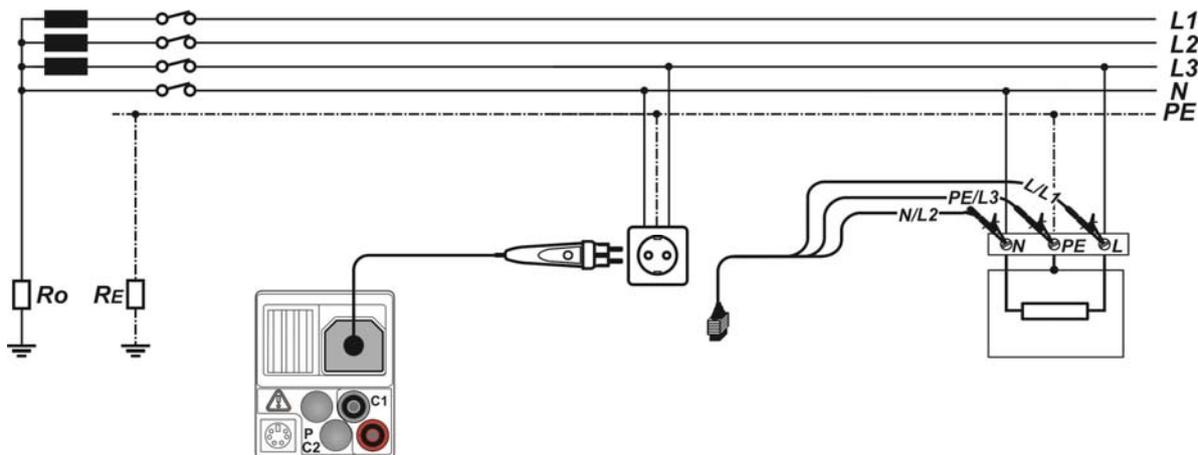

Abbildung 5.61: Anschluss des Commander-Prüfsteckers und der Dreileiter-Prüfleitung
- ❑ **Schließen Sie** die Prüfleitungen an den Prüfling an (siehe *Abbildung 5.61*).